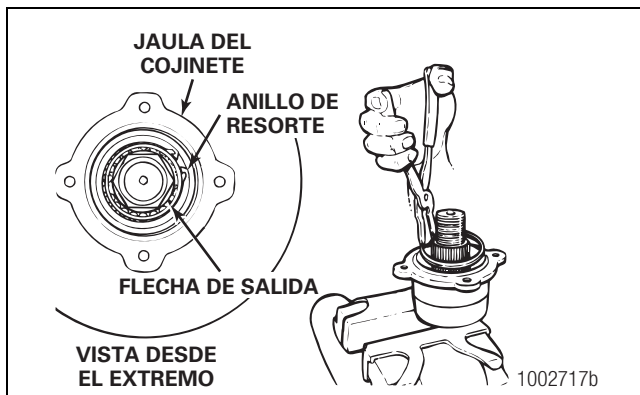

Figura 3.12
3. Retire el anillo de resorte interno que mantiene a la copa del cojinete en la jaula de salida. Figura 3.12.